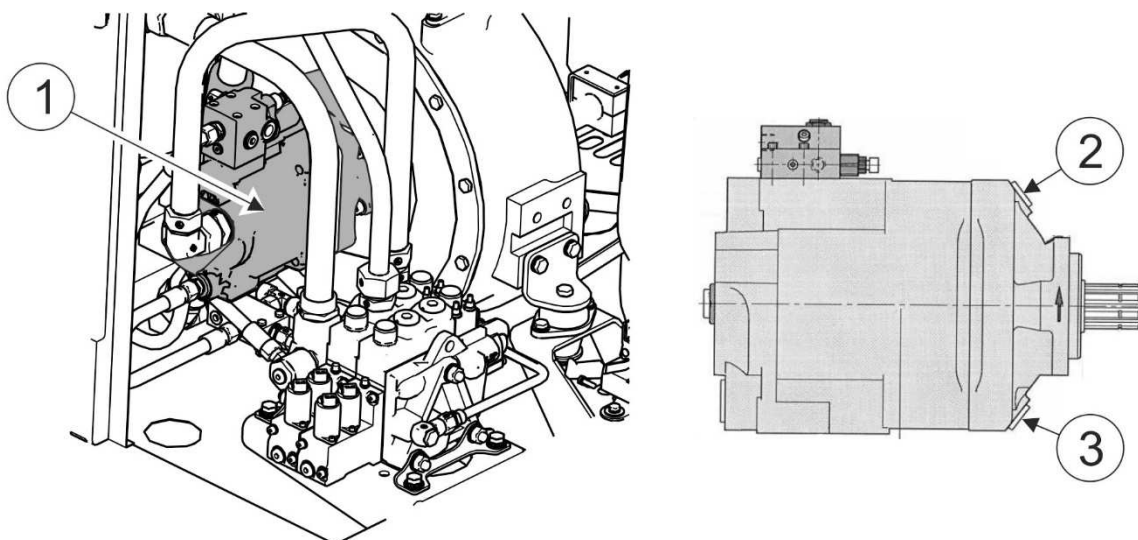

РИСУНОК 5.3 Гидравлический масляный насос
Гидравлический насос (1) (РИСУНОК 5.3) служит для запитывания всей гидравлической системы подсоединенной машины.